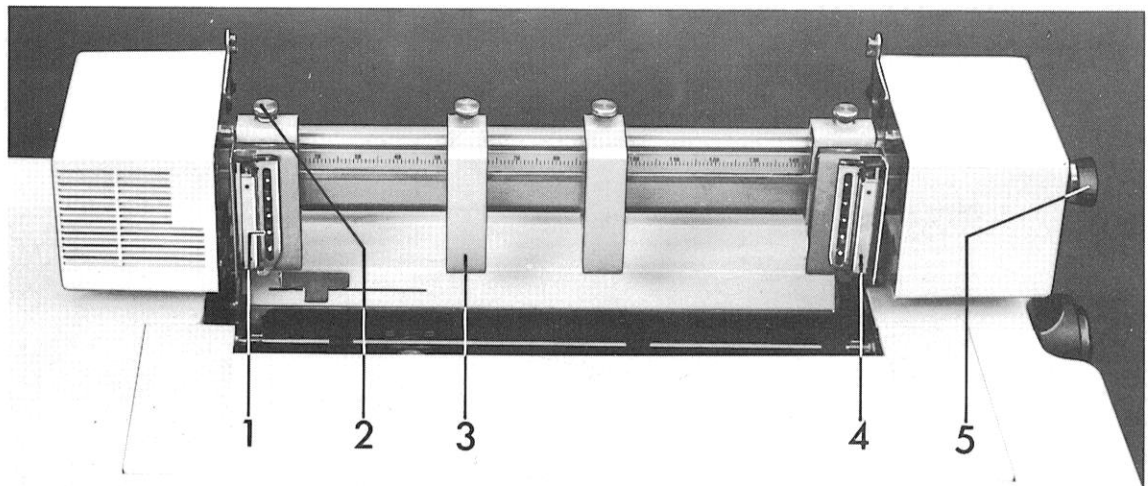

Abb. 16 Endlosformulareinrichtung EFE 41
EF-Papier mit den Führungslöchern in die Traktoren 1) Abb. 16 einlegen und die Führungsklappen 4) Abb. 16 schließen.
Drehknopf 5) Abb. 16 axial bis zum Anschlag eindrücken.
- Rändelknöpfe 2) Abb.16 lösen und die Traktoren 1) Abb. 16 seitlich soweit verschieben, bis die Transportlöcher auf den Transportstacheln aufliegen.
- Papierableiter 3) Abb. 16 mittig zu den beiden Traktoren einrichten.